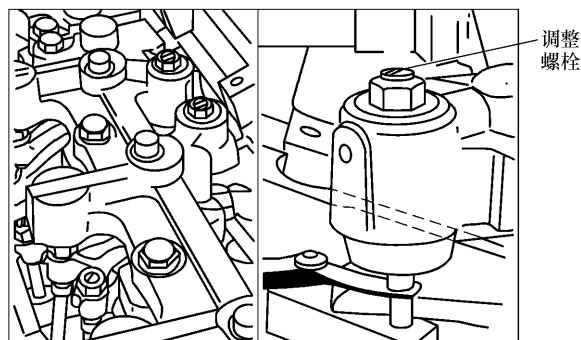

图 10-21 发动机制动器间隙调整
④ 1 缸调整完毕后，顺时针盘转曲轴、按点火次序依次调整 5、3、6、2、4 缸。若发动机装有发动机制动器，检查制动器活塞间隙（间隙值 0.38mm），调整方法和气门间隙调整相类似，按图 10-21 进行调整。发动机制动器间隙必须在调整完本缸排气门后才能进行调整。